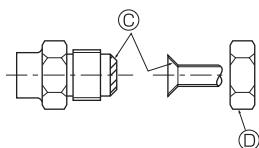

Fig. 5-5
⑥ (Fig. 5-5)
### 5.5. Connexion des tuyaux (Fig. 5-4) (Fig. 5-5)
[Fig. 5-5]